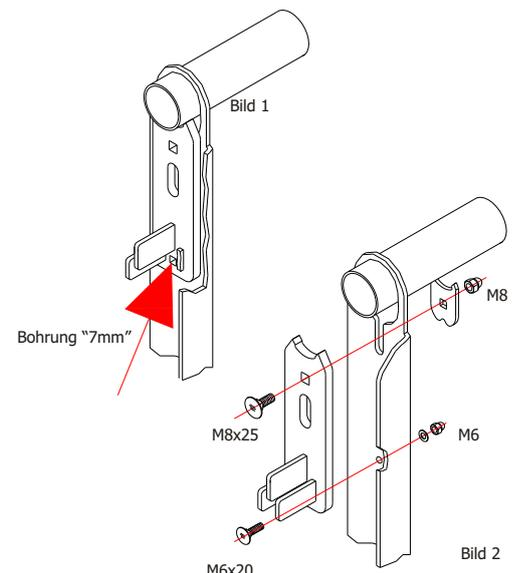

Bild 2
- Türanschlag/-feststeller am Geländerpfosten mit Montagedorn (siehe Montageanleitung Geländer) komplett befestigen (Bild 2).